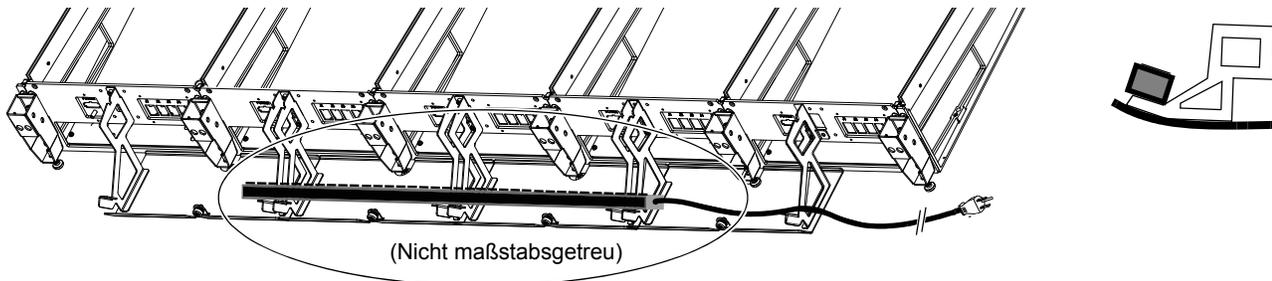

Abbildung 2. Platzierung der Steckerleiste auf den Rückplattenhalterungen (links Hinteransicht, rechts Seitenansicht)
- 1 Stellen Sie sich hinter die Rahmenmitte und bringen Sie die Steckerleiste auf den Halterungen der Rückplatten an, sodass sie sich auf den angewinkelten Schenkeln der Halterungen befindet, wie in Abbildung 2 dargestellt. Die Stecker auf der Steckerleiste sollten nach oben und in Richtung der Rahmenvorderseite zeigen.